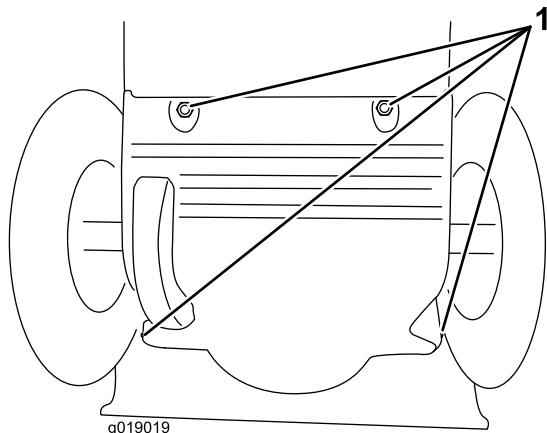

Рисунок 43
1. Сніміть задню кришку (Рисунок 43).